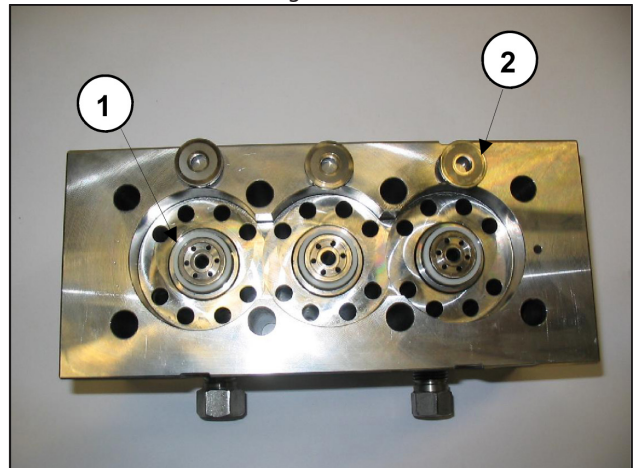

Fig. 23
Durante a desmontagem das camisas, preste atenção para não dispersar os locais da válvula ① e as válvulas planas ②, conforme indicado na Fig. 23, os quais estão sendo posicionados somente na parada, podendo cair.